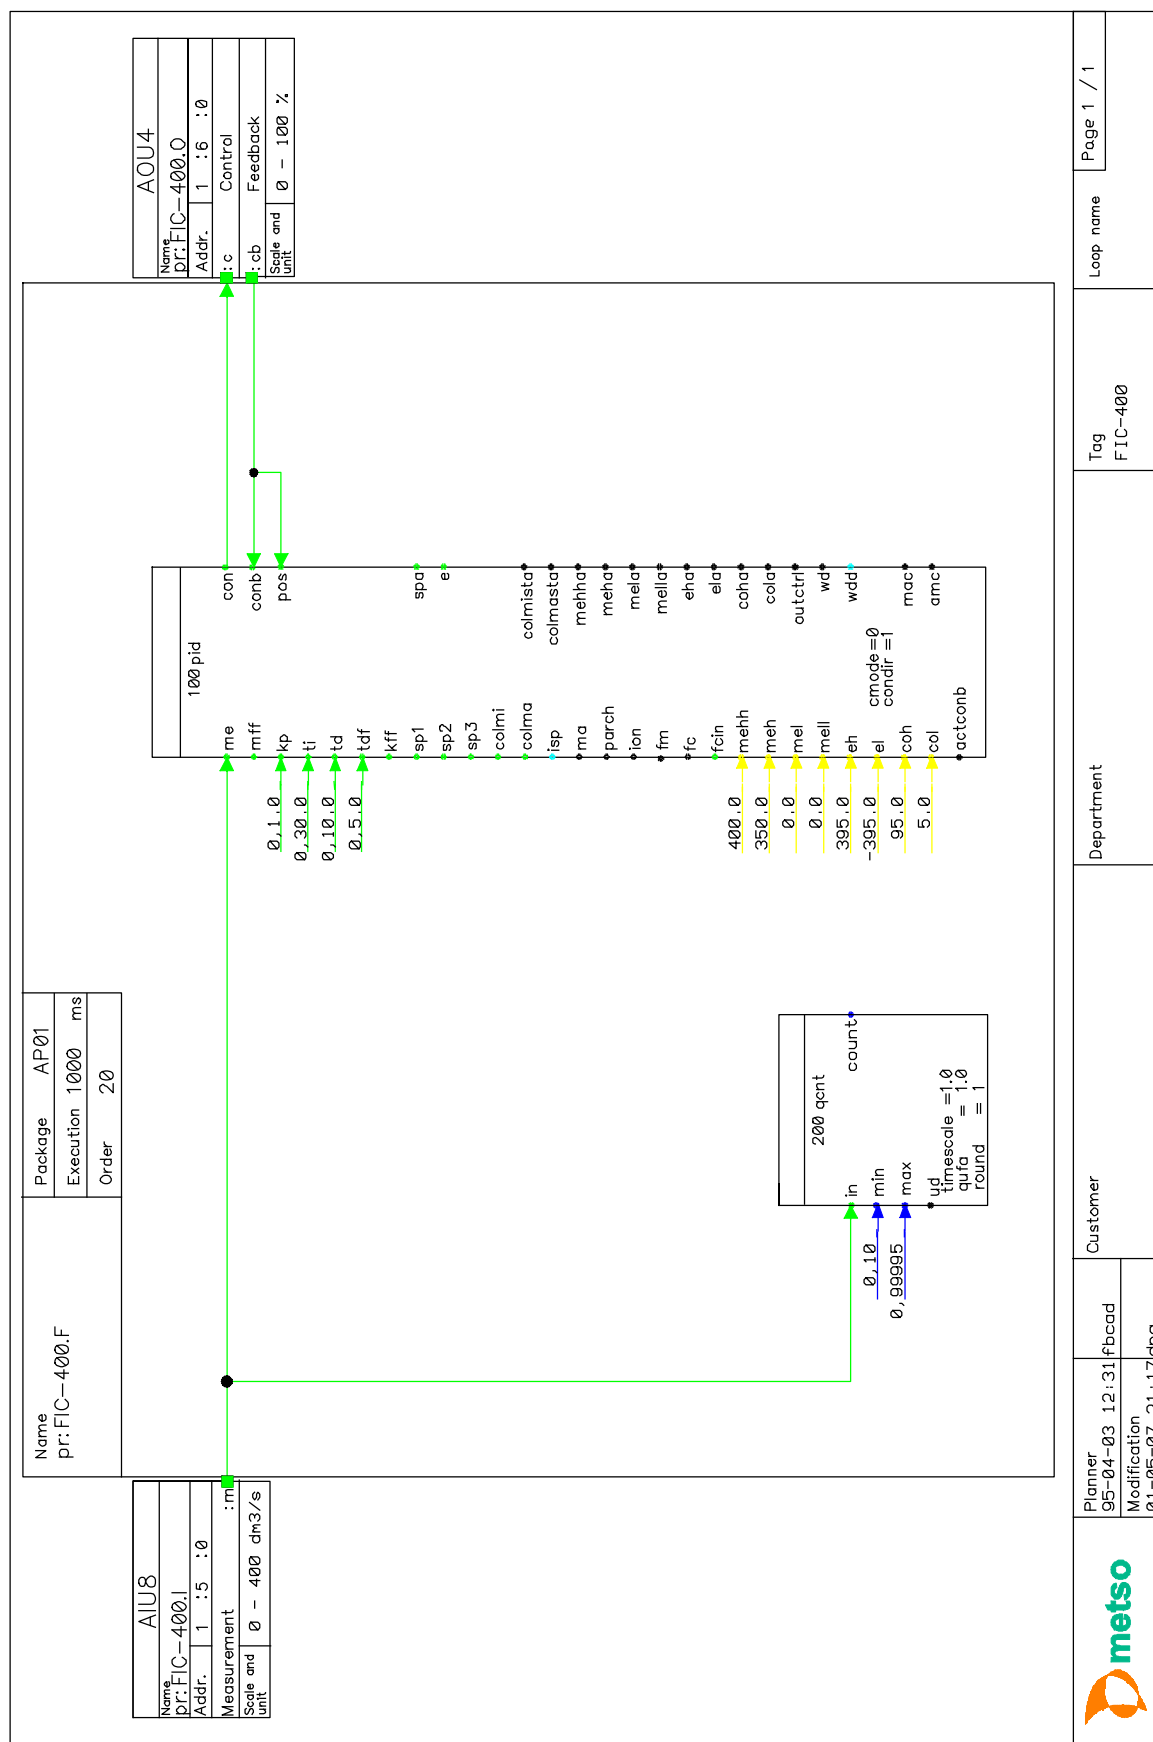
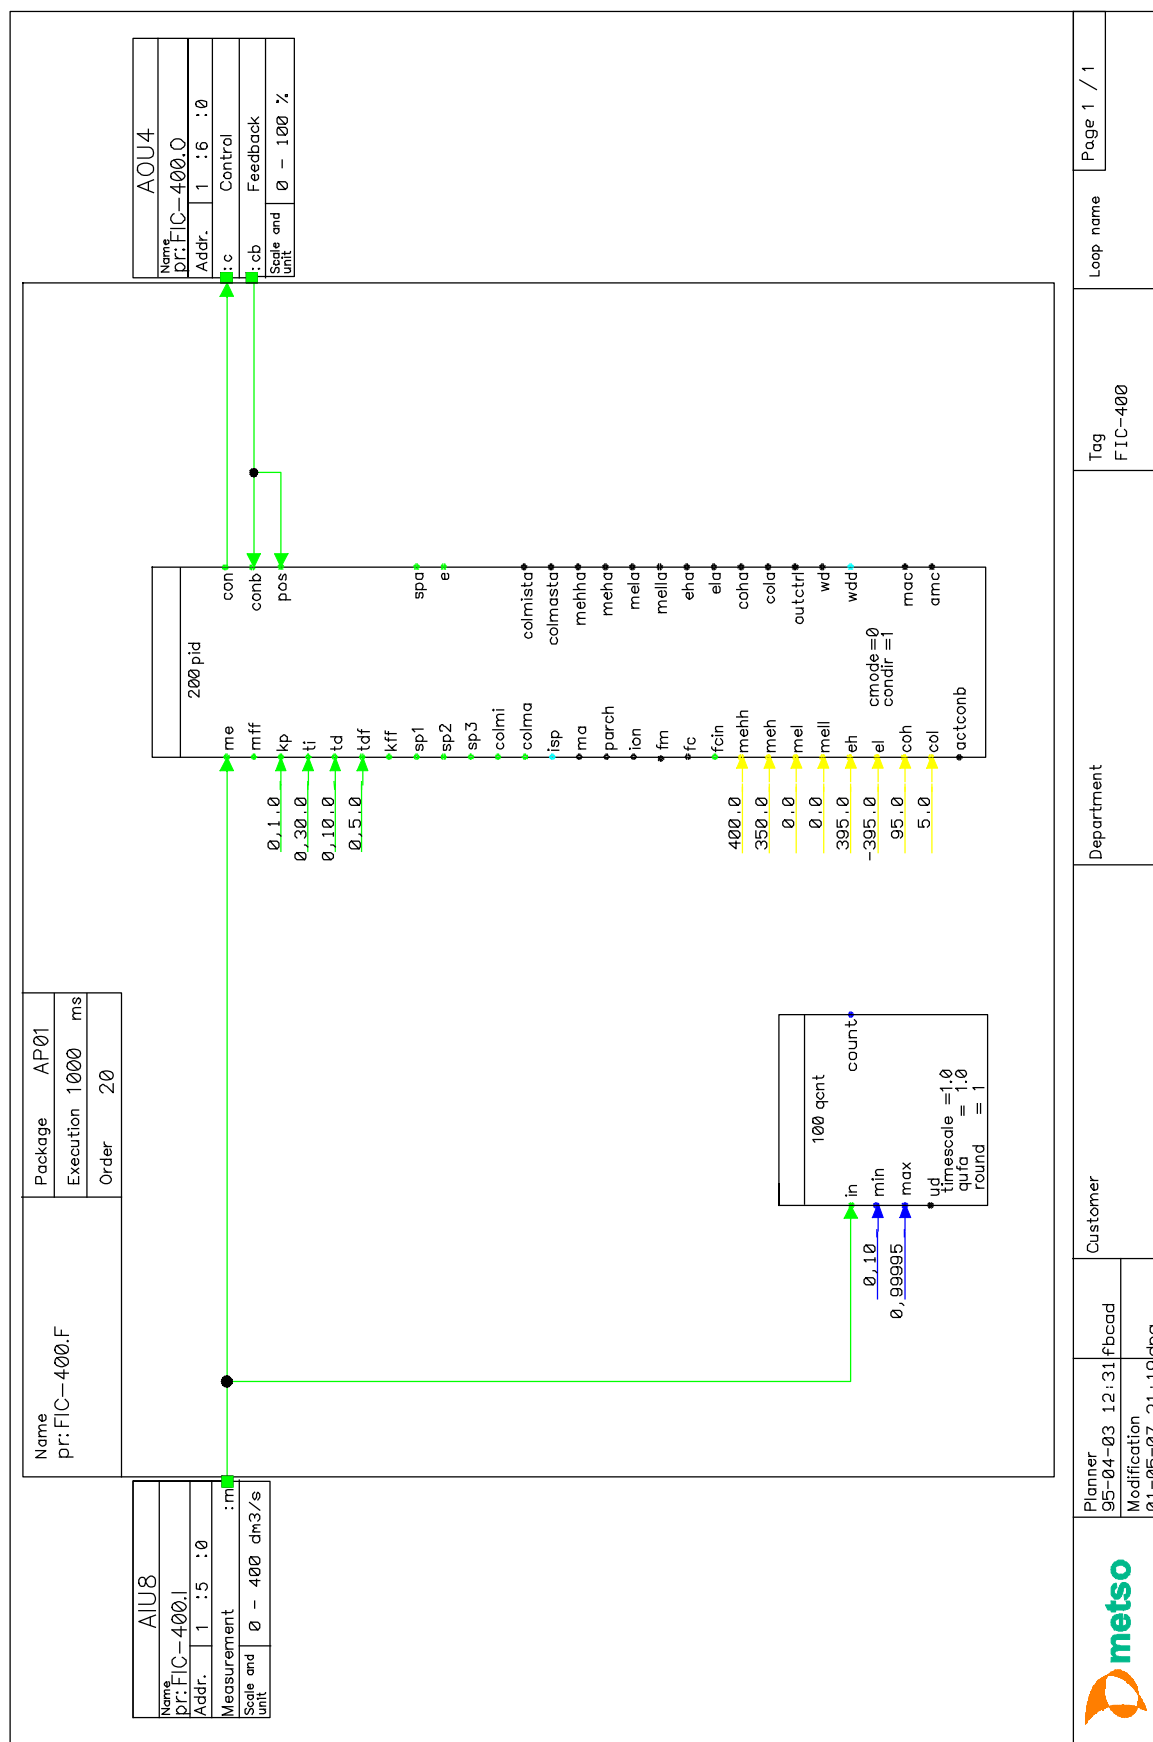
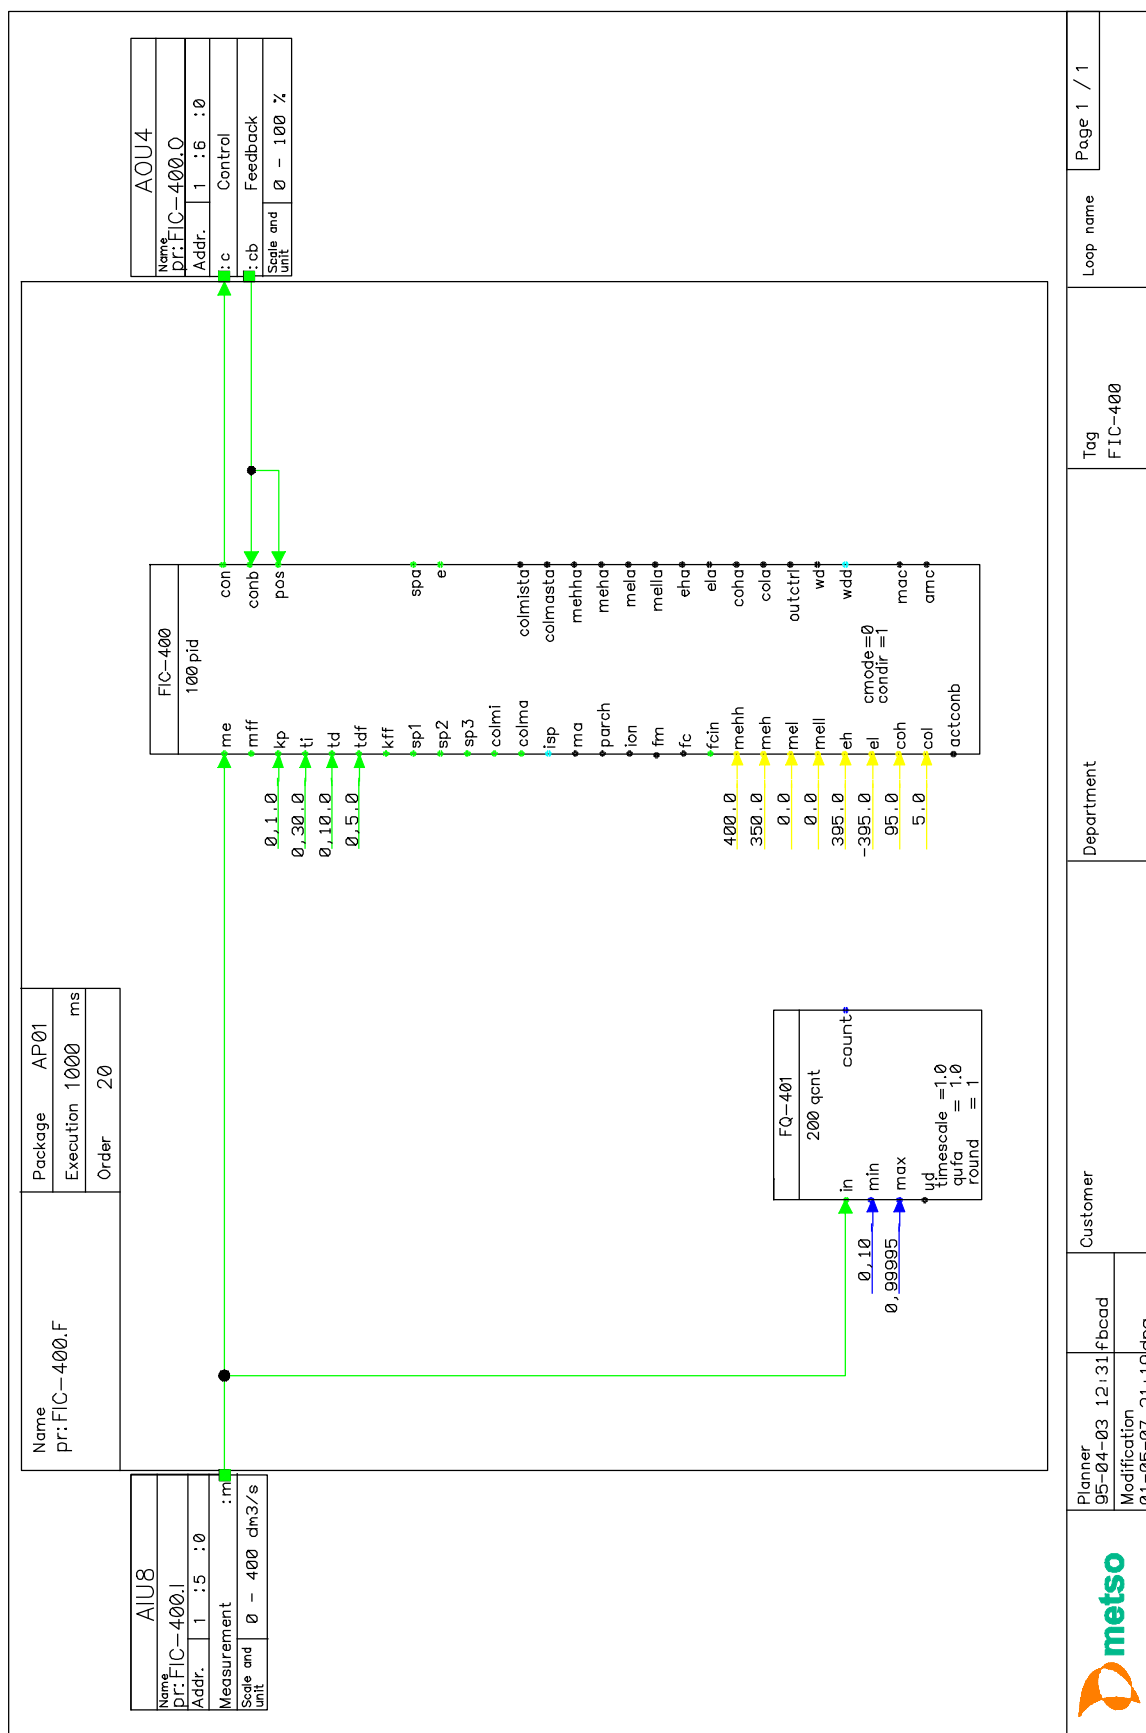

Рисунок 6 Первоначальный рабочий модуль
Рисунок 7 Ситуация после плавного интерактивного обновления
Рисунок 8 Первоначальный рабочий модуль
- функциональный блок появляется в модуле только один раз (Рисунок 6 и Рисунок 7)
- функциональный блок появляется в модуле только один раз, при этом функциональный блок был определен в качестве порта прямого доступа (Рисунок 8 и Рисунок 9)
Порядок выполнения изменяется, так что 100pid -> 200pid и 200qcnt -> 100qcnt. На Рисунок 7 представлено состояние после плавного интерактивного обновления.
Ситуация, представленная на Рисунок 8 и Рисунок 9, отличается от ситуации на Рисунок 6 и Рисунок 7 тем, что функциональные блоки pid и qcnt также представлены в качестве портов прямого доступа.